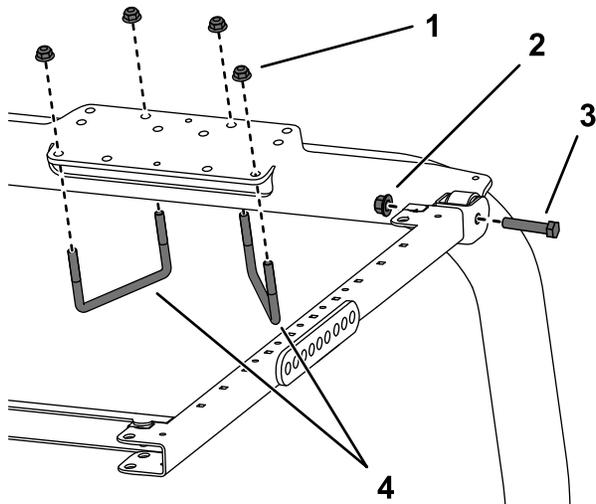

Figure 39
1. Placez les supports du système ROPS au sommet de l'arceau de sécurité du groupe de déplacement (Figure 39). Centrez bien l'arceau de sécurité dans le support du système ROPS.
2. Utilisez les trous indiqués à la Figure 39 pour fixer le support du système ROPS au sommet de l'arceau de sécurité à l'aide de 2 étriers filetés (4 1/2" x 2 3/4") et de 4 écrous à embase.